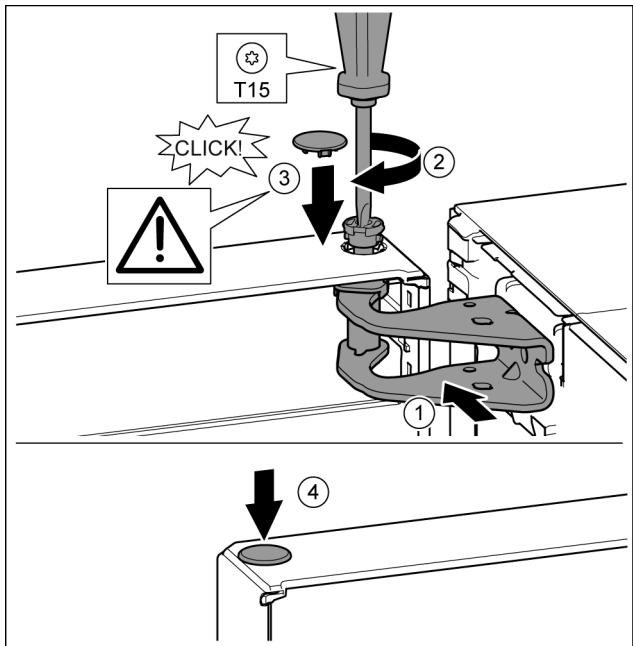

Fig. 24
- ▶ Poravnajte gornja vrata prema otvoru u podlošku ležaja. Fig. 24 (1)
- ▶ Umetnute svornjak i zavijte odvijačem T15. Fig. 24 (2)
- ▶ Montirajte sigurnosni pokrov radi osiguranja vrata: Umetnute sigurnosni pokrov i provjerite naliježe li na vrata. U protivnom u potpunosti umetnute svornjake. Fig. 24 (3)
- ▶ Umetnite čep. Fig. 24 (4)